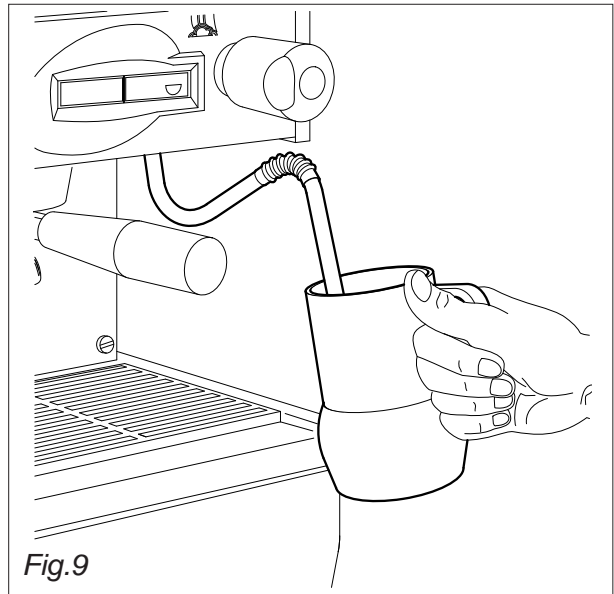

Fig.9
8.2. Comment préparer le capuccino (Fig.9)